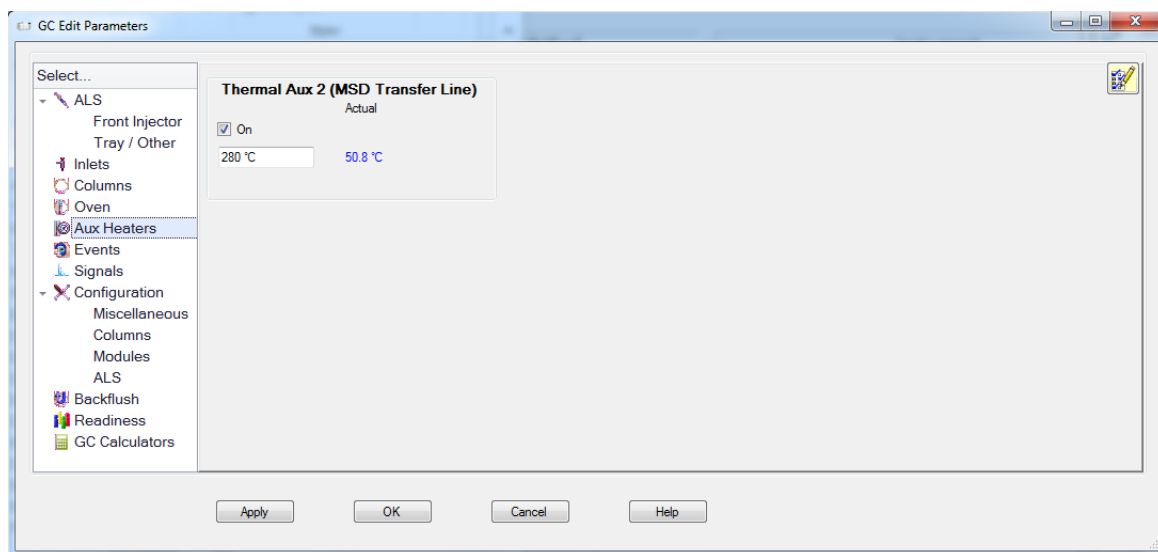

Abbildung 38. Fenster mit den 8890 GC-Editierungsparametern
- 2 Klicken Sie auf das Symbol **Aux Heaters** (Aux-Heizung), um die Interface-Temperatur zu ändern. (Siehe **Abbildung 38.**)